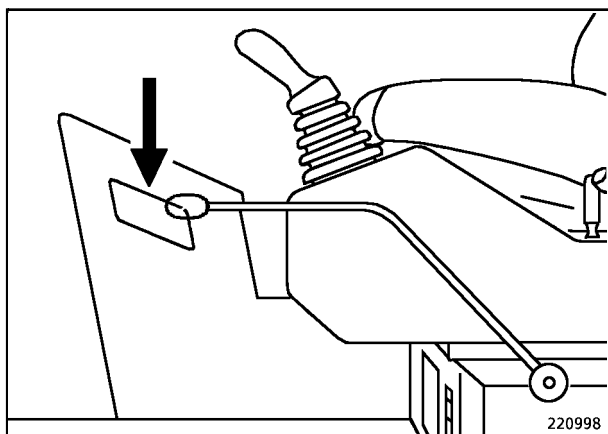

Fig. 1
Los fusibles se encuentran en una caja de fusibles en la columna de mando (Fig. 1).
- Desatornillar la cubierta encima de la caja de fusibles (Fig. 1).